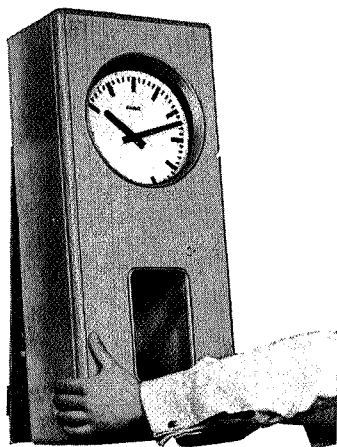

Fig. 1
- 1.2. Enlever le cabinet de protection (Fig. 1); ouvrir la serrure qui se trouve dans le panneau inférieur du cabinet. Saisir le cabinet par le bas, le tirer à soi, puis le pousser légèrement vers le haut pour le dégager.
- 1.2. Enlever le fusible « b » (fig. 1 et 5) du chargeur.
- 1.4. Remettre le fusible « b » (fig. 1 et 5).
- 2.1. Enlever le fusible « b » du chargeur (fig. 1 et 5)
- 3.1. Contrôler que le fusible « b » du chargeur (fig. 1 et 5) soit en place.
- 5.2. Déplacer la bride de la résistance « d » (fig. 1 et 5) jusqu'à ce que la lecture sur l'ampèremètre corresponde au courant I_c calculé selon § 4.